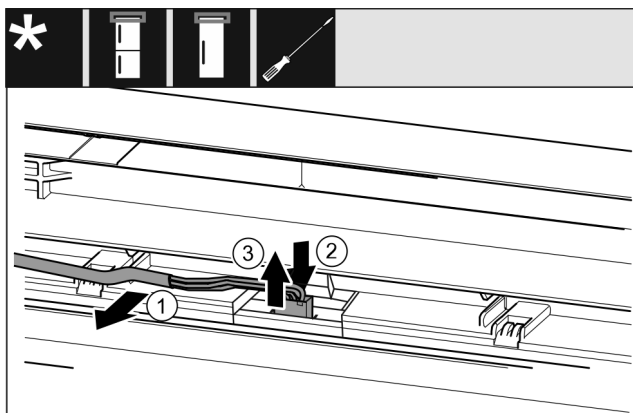

Fig. 20
- ▶ Внимателно освободете сивия кабел от водача във вратата. Fig. 20 (1)
- ▶ Натиснете езичето зад щекера назад. Fig. 20 (2)
- ▶ Внимателно издърпайте щекера нагоре. Fig. 20 (3)